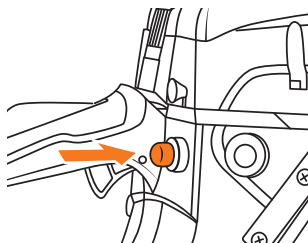

Рис. 13
5. Нажмите несколько раз на топливный насос (праймер), для предварительной прокачки топлива (Рис. 13) прокачку производите до полной циркуляции топлива.